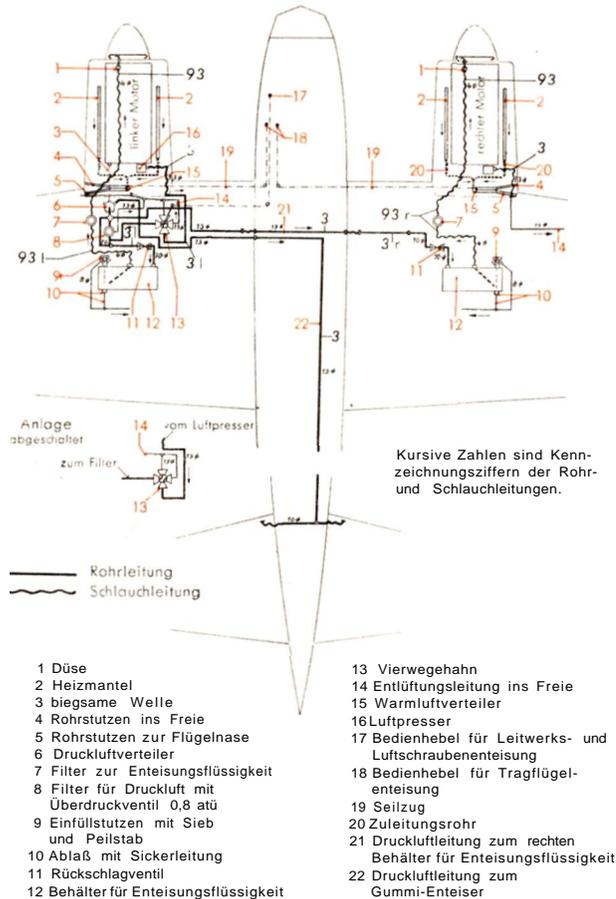
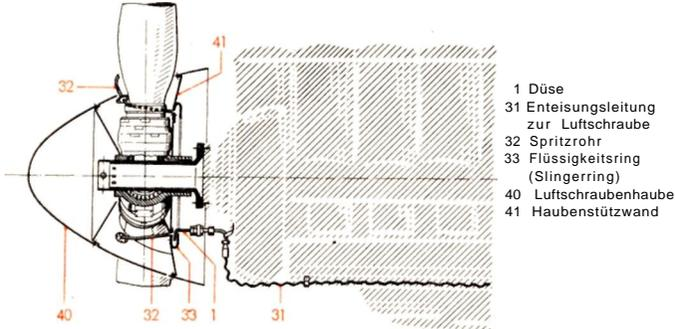

Abb. 34 Schema der Enteisungsanlage
Abb.36 Schnitt durch Luftschaubenkappe
Infolge starker Vereisungen eines Flugzeuges können die aerodynamischen Eigenschaften desselben so verändert sein, daß hierdurch ein Abbrechen des Fluges erforderlich werden kann. Das Flugzeugmuster Ju 88 A-1 ist, um einer Vereisung vorzubeugen, mit einer gemischten Enteisungsanlage ausgerüstet (siehe Schema, Abb. 34 sowie „Übersichtsbild der Enteisungsanlage“, Abb. 35).
Der Gummi-Enteiser für Höhenflossenenteisung besteht aus zwei Gummi-kappen mit je einer Kammer, die in kurzen Zeitabständen mittels Druckluft aufgelassen werden. Durch dieses Pulsieren platzt das sich ansetzende Eis ab. Die Druckluft für den Gummi-Enteiser wird von dem Luftpresser des linken Triebwerkes entnommen und über einen Vierwegehahn (13) (Abb. 34 und 35), Luftfilter (8) und Druckluftverteiler (6) dem Enteiser zugeführt. Der Vierwegehahn (13) und der Druckluftverteiler (6) befinden sich hinter dem Brandschott. Vom Filter (8) aus führt eine Oberdruckleitung (14) in das Freie. Im Druckluftverteiler (6) werden Zylinderanschnitte durch einen über eine biegsame Welle (3) angetriebenen Kolben so verstellt, daß die Druckluft zum Enteiser (39) geleitet wird. Die Luft vom Enteiser wird durch Luftschlitze am Druckluftverteiler (6) in das Freie geführt. Der Antrieb des Druckluftverteilers (6) erfolgt vom Motor aus. Soll die Enteisungsanlage abgeschaltet werden, dann ist der Bedienhebel (17) am Gerätetisch auf Stellung „Zu“ zu stellen, wobei über einen Seilzug der Verriegelungshahn so geschaltet wird, daß die Druckluft durch die Entlüftungsleitung (14) in das Freie strömt. Mit dem gleichen Bedienhebel wird auch gleichzeitig die Luftschaubenen-Enteisungsanlage betätigt.
Die Luftschaubenen-Enteisungsanlage wird ebenso wie die Leitwerks-Enteisungsanlage vom Luftpresser des linken Motors mit Druckluft versorgt. Zwischen Luftfilter (8) (Abb. 34 und 35) und Druckluftverteiler (6) befindet sich ein Kreuzstück (36), an dem die Leitungen zu den beiden Behältern (12) für Enteisungsflüssigkeit angeschlossen sind. Die Flüssigkeitsbehälter (12) sind in den beiden Tragflügeln zwischen Querverband I und II hinter dem Träger I in Halterungen mit Spannbändern befestigt. Bei eingeschalteter Anlage drückt die vom Luftpresser kommende Luft die Enteisungsflüssigkeit aus dem Behälter (12) über das Filter (7) zu der am festen Luftschaubenteil befindlichen Düse (1) (siehe auch Abb. 36). An der Rückseite der Haubenstützwand (41) befindet sich ein Flüssigkeitsring (33) mit U-förmigem Querschnitt, in den die Düse (1) hineinragt. Hierdurch wird die Verbindung zwischen festem und drehbarem Teil der Luftschaube hergestellt. Vom Flüssigkeitsring (33) aus führen drei Spritzrohre (32) durch die Luftschaubenhäube (40) zu den
(Schema der Enteisungsanlage siehe Abb.34)
Um zu verhindern, daß bei abgeschalteter Enteisungsanlage Enteisungsflüssigkeit in die Druckluftleitung und somit zum Gummi-Enteiser gelangen kann, ist in die Luftleitung ein Rückschlagventil (11) (Abb. 34 und 35) eingebaut.